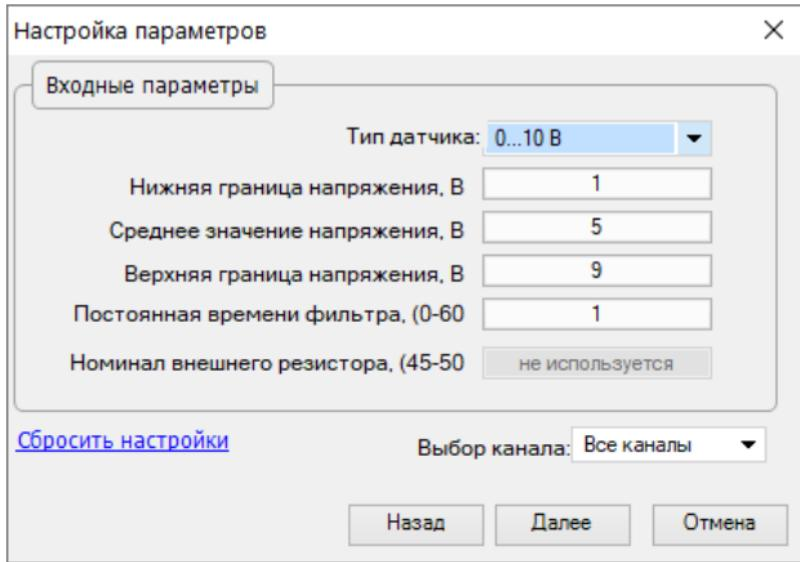

Рисунок 8.3 – Выбор параметров
4. Далее в окне «Настройка параметров» выбрать значение параметра «Тип датчика» равным «0...10 В» (см. рисунок 8.3).